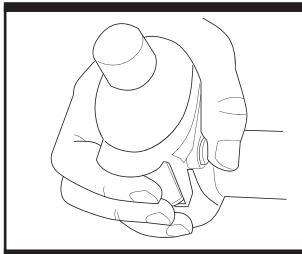

Fig. 1
1. DEMARRAGE ET ARRET (Fig. 1)